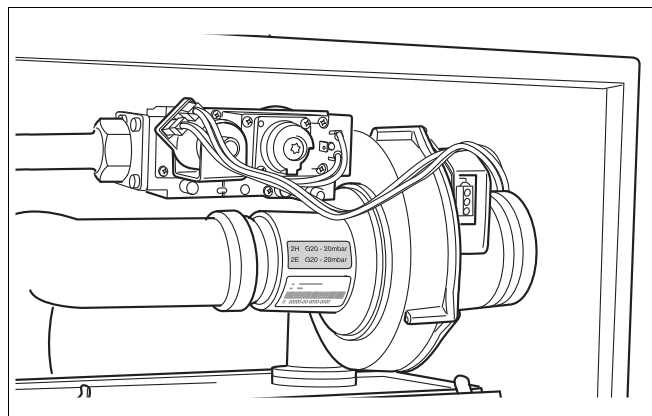

Fig. 76 Kontrol af mærkatet med gastypen
- Kontrollér, om den anvendte gastype er den samme som den, der angivet på mærkatet "Gastype" (fig. 76).